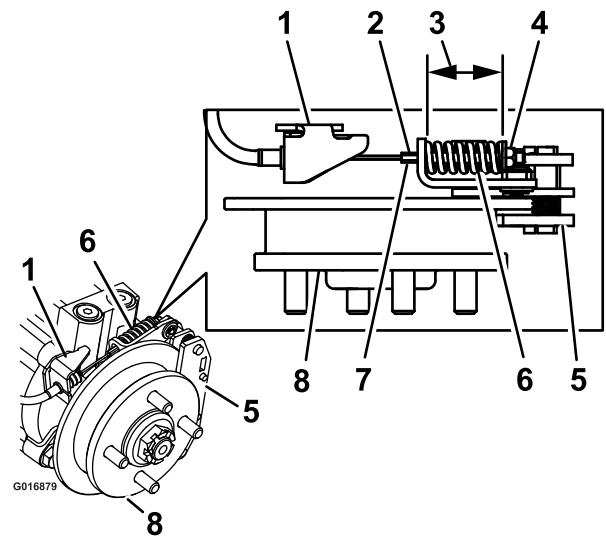

Figura 80
9. Sujete el extremo de la varilla roscada con una herramienta y ajuste la contratuerca hasta que el muelle mida de 3.8 a 4.0 cm (9-1/2 a 1-1/16 pulgadas) (Figura 80). No deje que el cable gire mientras se aflojan las tuercas.